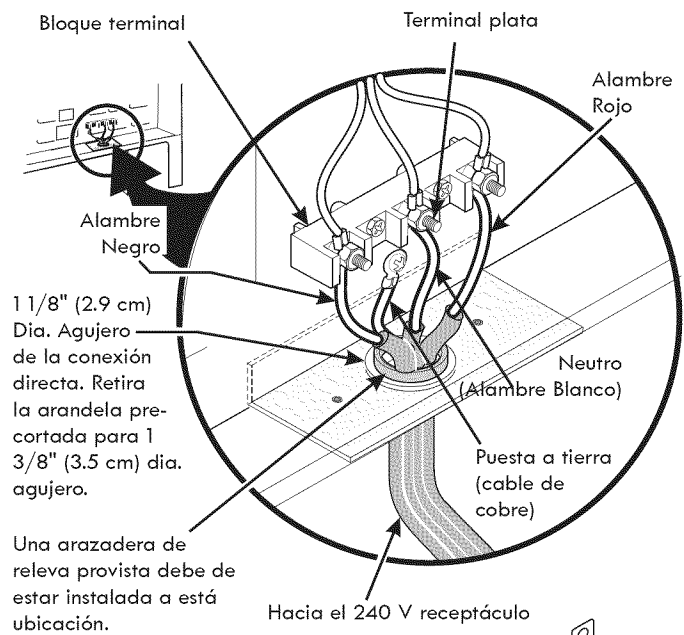

Figura 4
**NOTA:** La cocina corrediza eléctrica viene de fábrica con un agujero de diámetro 1 1/8" (2.9 cm) como se muestra en la figura 4. Si un agujero mas largo está necesario retire la arandela de la precortada.
3. Utilizar los tuercas suministraron en el paquete de la literatura para conectar el alambre de tierra (verde) del cable de bronce del suministro eléctrico al armazón del electrodoméstico con el tornillo de la base, usando el hoyo del armazón por donde retiró la correa de la base (vea figura 4).